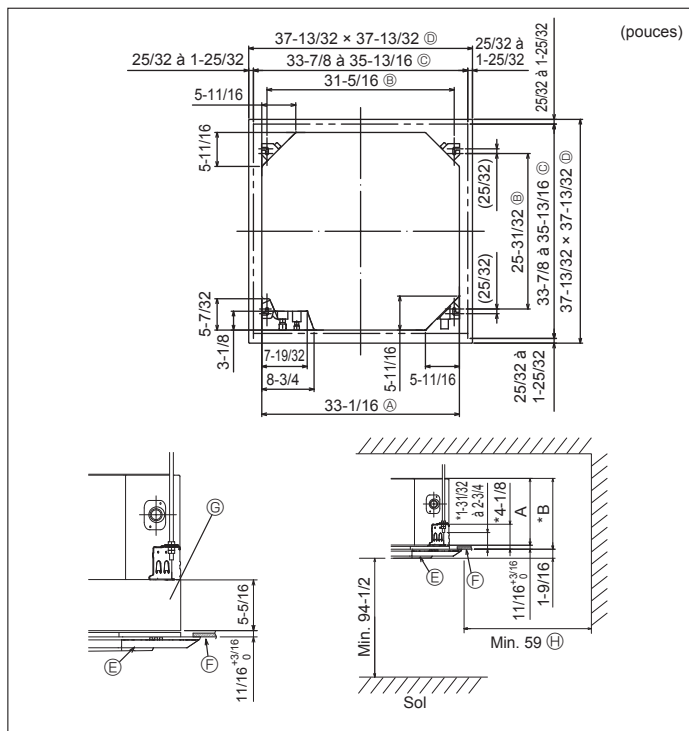

Fig. 2-2
2.2. Ouvertures dans le plafond et emplacement des boulons de suspension (Fig. 2-2)
- * Les dimensions de l'ouverture dans le plafond peuvent être définies au sein de la plage indiquée dans la Fig. 2-2 ; centrer l'appareil principal par rapport à l'ouverture dans le plafond, en veillant à la symétrie de chaque côté par rapport à l'orifice.